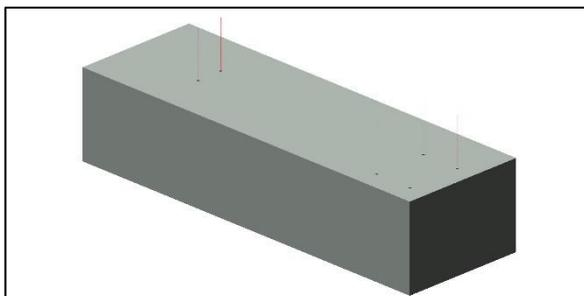

Abbildung 5: Bohrungen markieren
3. Für die Bohrungen einen 12-mm-Bohrer verwenden. Siehe *Abbildung 5: Bohrungen markieren*.